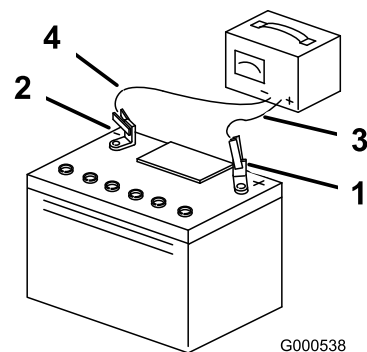

Bild 38
3. Ziehen Sie, wenn die Batterie voll geladen ist, den Stecker des Ladegeräts aus der Dose. Klemmen Sie dann die Klemmen des Ladegeräts von den Batteriepolen ab (Bild 38).